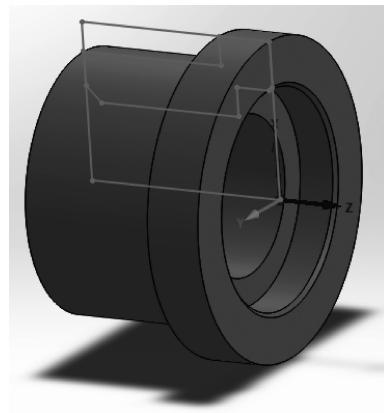

图 3-9 坐标系的确定
(3) 单击【完成】按钮,完成坐标系的定义,此时,Z 轴位于回转轴上,X 方向则是向上垂直的,如图 3-9 所示。